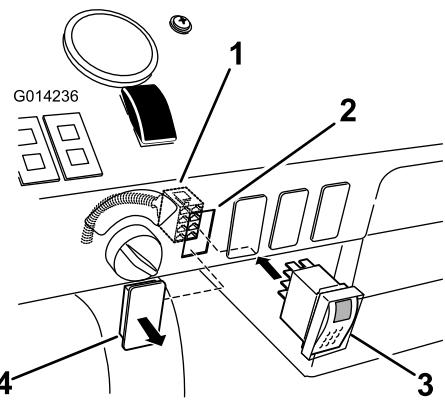

Bild 27
1. Ermitteln Sie die Abdeckung für den Spülbehälterschalter am Armaturenbrett (Bild 27). Es ist die erste Abdeckung von der Zündung.
2. Nehmen Sie die Abdeckung vom Armaturenbrett ab (Bild 27).
4. Befestigen Sie den Schalter durch das Armaturenbrett am Anschluss (Bild 27).